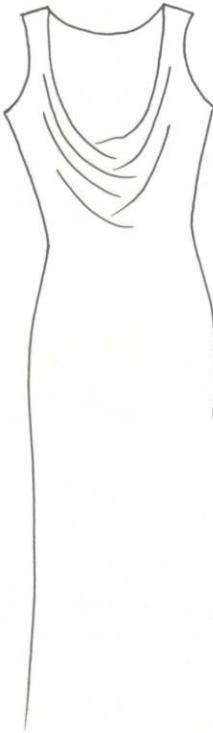

Figura 23 – Drapeado nas Costas
13.2 DRAPEADO NAS COSTAS (FIGURA 23)